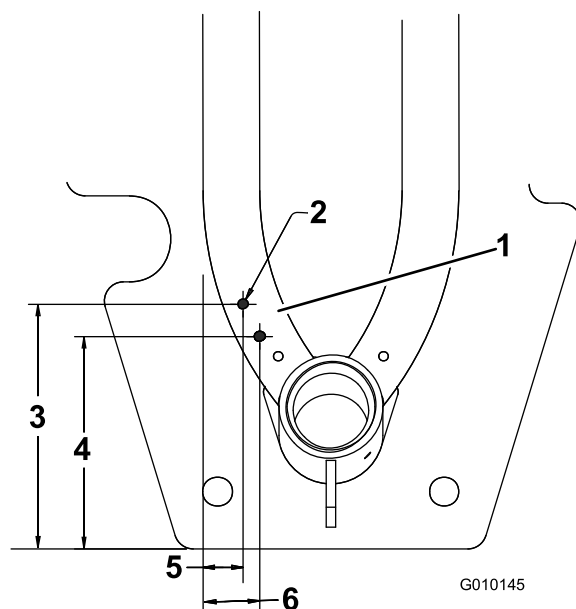

Figura 7
9. Utilizando o suporte do anteparo como modelo e com as dimensões mostradas em Figura 7, localize, marque e faça 2 furos de 7,13 mm no tubo da estrutura. Dimensões mostradas em Figura 7 são para referência de localização do suporte.
Nota: Figura 7 é mostrado como visto a partir da parte inferior da máquina.